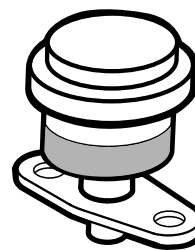

Figura 45
Effettuate la manutenzione del filtro primario dell'aria solo quando l'indicatore (Figura 45) lo richiede. Sostituendo il filtro dell'aria prima del necessario si aumenta il rischio che la morchia penetri nel motore quando si toglie il filtro.
1. Controllate l'indicatore di ostruzione del filtro. Se la spia è rossa, è necessario pulire o sostituire il filtro dell'aria (Figura 45).